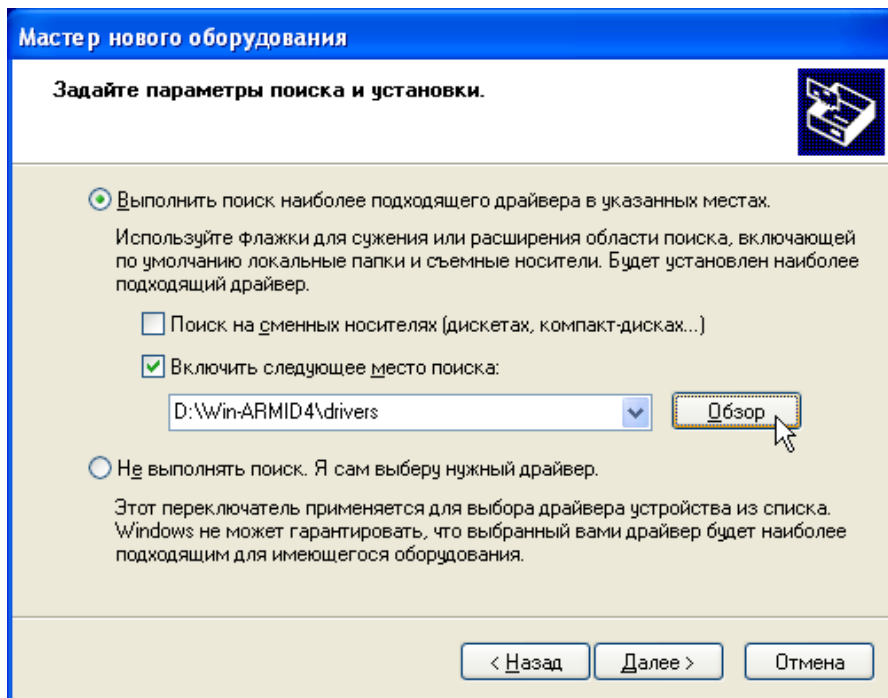

Рис.11. Окно "Поиск файлов драйвера"
5. Нажать кнопку "Далее", появится окно поиска файлов драйвера (рис.11). Установить флажки в полях поиска, как показано на рис.11, нажать кнопку «Обзор» и найти место расположения inf-файла драйвера, который расположен в подкаталоге \drivers\, находящемся в каталоге, где был установлен модуль работы с прибором АДП-3101.